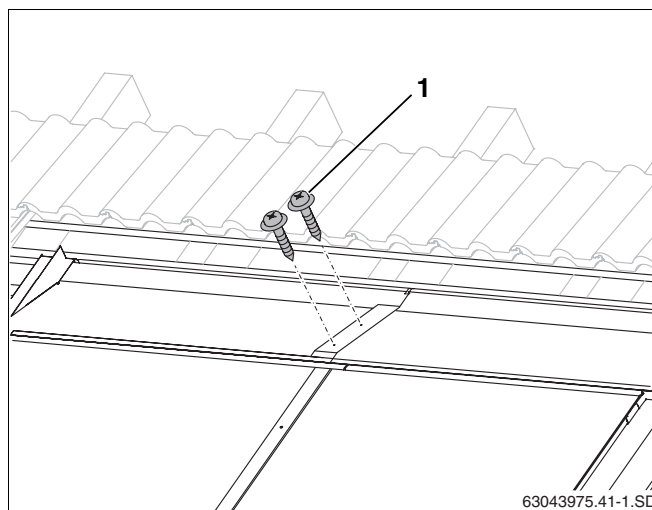

Fig. 58 Collegamento dei profili di copertura superiori con viti
- Fissare le parti sovrapposte dei profili, sempre con tre viti da lattoniere (fig. 58, **pos. 1**) da 25 mm, comprese nella fornitura.